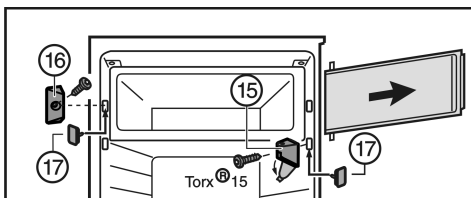

Fig. 7
- ▶ Rabatați în lateral capacul de la suportul de lagăr Fig. 7 (15).
- ▶ Deșurubați suportul de lagăr Fig. 7 (15) împreună cu ușa compartimentului.
- ▶ Deșurubați piesa de blocare Fig. 7 (16).
- ▶ Obturați găurile eliberate cu dopurile Fig. 7 (17) livrate.